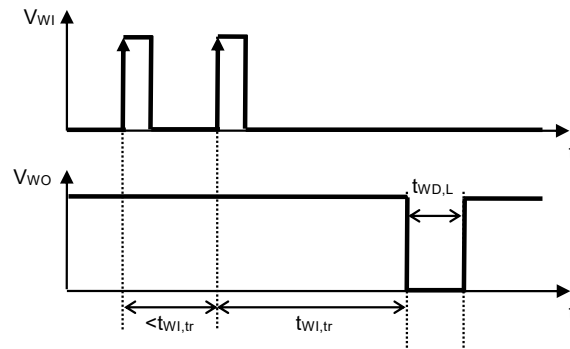

図9 ウォッチドッグトリガ時間
- *1. ウォッチドッグタイマがタイムアウトを検出した後、WO端子が "L" を継続する時間 (図9参照)。この値は C_{DLY} で変更可能です。
- *2. ウォッチドッグタイマがトリガ信号の検出を開始してから、タイムアウトが検出されWO端子出力が "L" に変化するまでの時間 (図9参照)。この値は C_{DLY} で変更可能です。